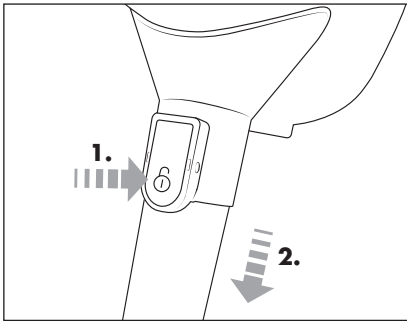

Abb. 6
- ◆ Um das Teleskopsaugrohr **16** vom Gerät zu entfernen, halten Sie die Entriegelungstaste **17** gedrückt. Ziehen Sie dann das Teleskopsaugrohr **16** von der Saugöffnung des Gerätes ab (siehe Abb. 6).